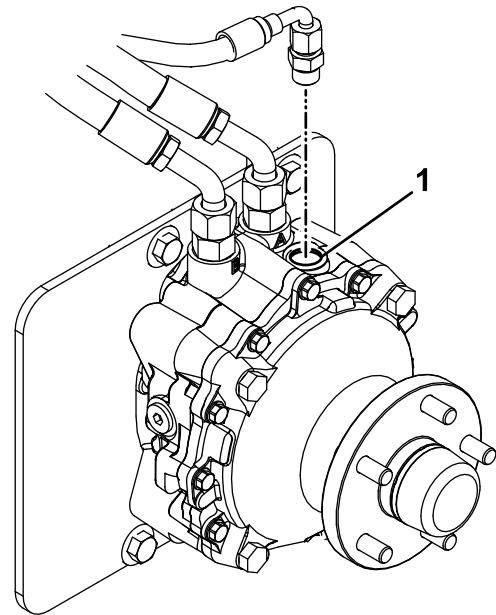

Рисунок 69
9. Снимите пробку заливного отверстия в верхней части каждого колесного гидромотора (Рисунок 69).